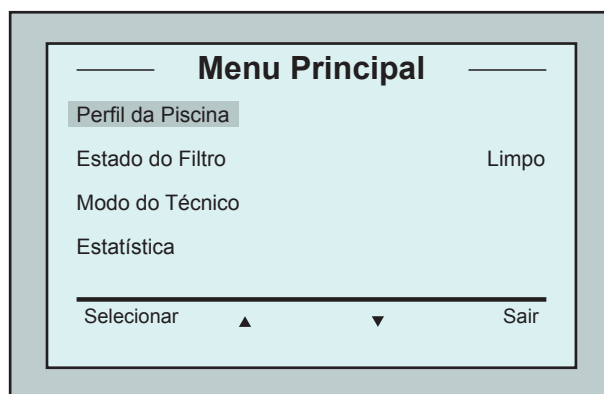

Figura 6: Ecrã *Menu Principal*
O Dolphin Wave foi projetado para lidar com 4 diferentes configurações de piscina, que quando estão configuradas, são armazenadas na memória do MMI. O robô é pré-configurado de fábrica, com configurações padrão específicas de piscinas, mas que podem ser reconfiguradas. Consulte o primeiro ecrã do Menu Principal, Figura 6 e Configurações Personalizadas, página 103.
2. Pressione **Menu** para entrar no *Menu Principal* (Figura 6).